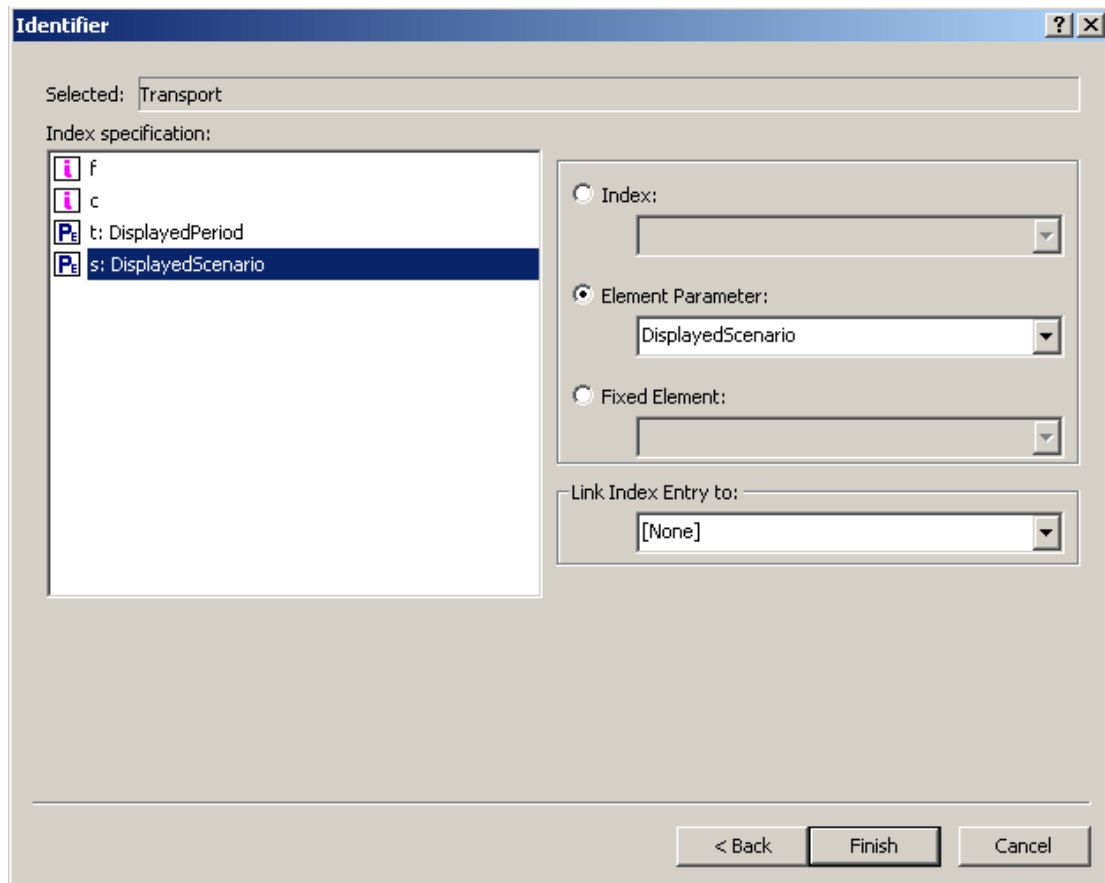

图 11.27：运输变量的修正索引
- 点击 Finish 按钮（如图 11.27 所示），然后